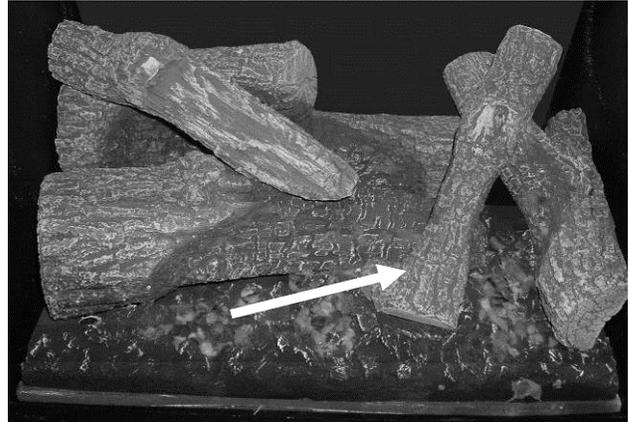

Figure 23 – Bûche 5 en Position
6. Placez délicatement la bûche 5 dans l'encoche sur le brûleur et posez-la sur la bûche 3 tel qu'illustré à la Figure 23.